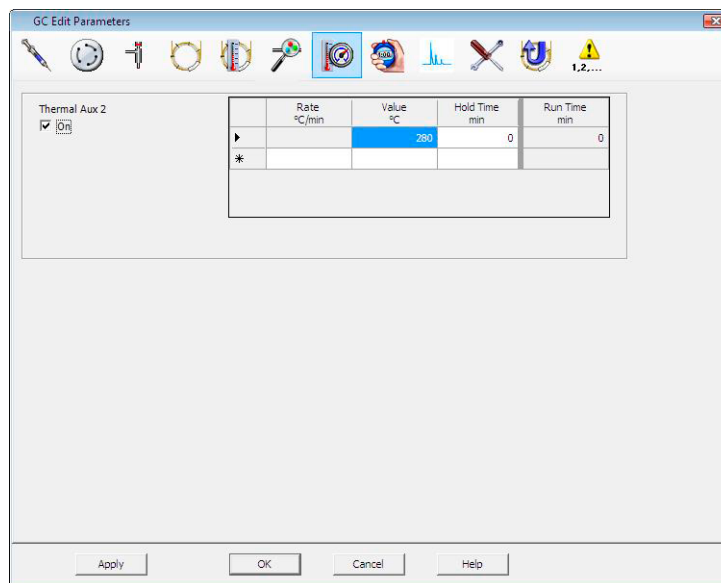

Рис. 14 Установка мониторов
- 8 Нажмите и удерживайте кнопку мыши, а затем перенесите монитор в необходимую область. На **Рис. 14** показано возможное размещение мониторов.